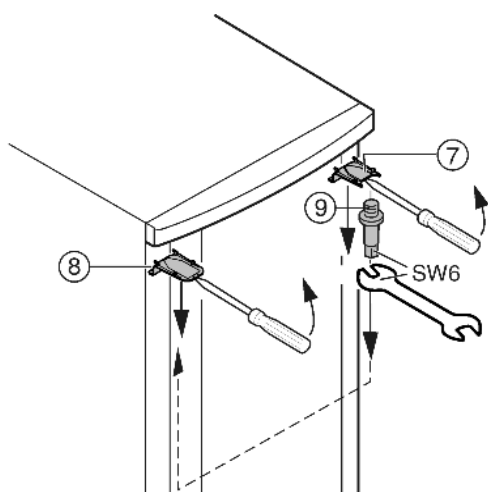

Fig. 7
- ▶ Popustite sprijeda odvijačem gornji pokrov Fig. 7 (7) i pokrov Fig. 7 (8) i uklonite ih koso prema dolje.
- ▶ Odvrite svornjake ležišta Fig. 7 (9) i zavrnite ih na suprotnoj strani (**silom od 4 Nm**).
- ▶ Ponovo montirajte pokrov Fig. 7 (7) na strani svornjaka ležišta: umetnite ih straga, a zabravite sprijeda.
- ▶ Montirajte pokrov Fig. 7 (8) na suprotnoj strani: umetnite ih straga, a zabravite sprijeda.
- ▶ Objesite vrata gore u svornjak ležišta Fig. 7 (9).